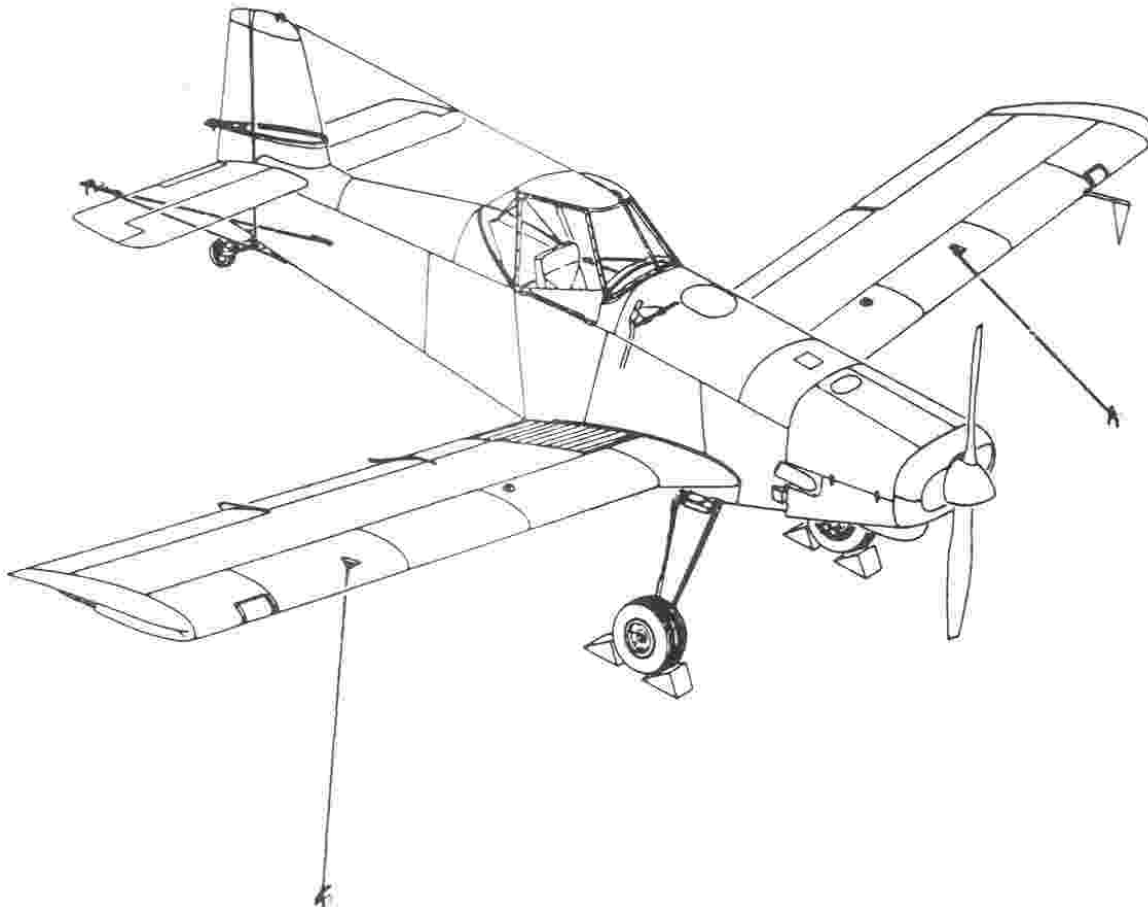

Figura 12-4. Amarração
- Instale a trava externa do leme de direção. Consulte a figura 12-4.